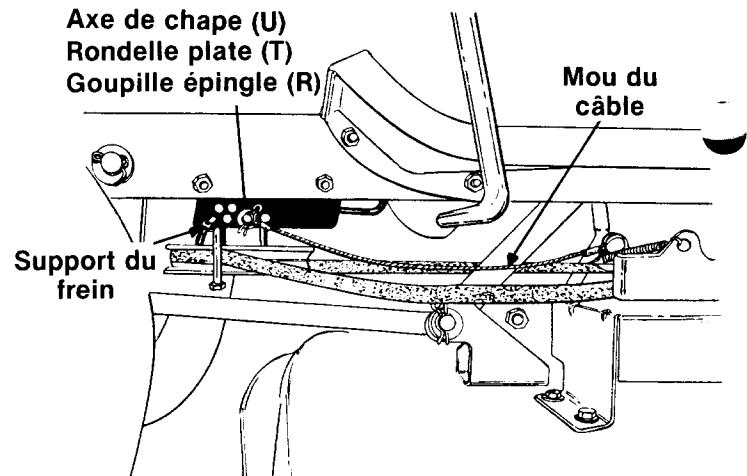

FIGURE 28
- Tirez le câble vers l'avant du tracteur et alignez-le par rapport à un trou dans le support du frein. Attachez-le sur le support avec un axe de chape (U), une rondelle plate (T) et une goupille-épingle (R). Le câble doit présenter un léger mou, comme à la figure 28.